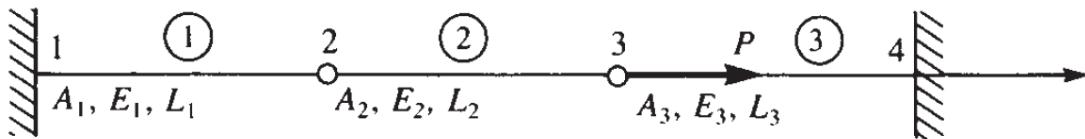

Figure. P3-1
- Calcul la matrice de rigidité globale $[K]$ de l'assemblage représenté sur la figure P3-1. Notez que $[K]$ devrait être en termes $A_1, A_2; A_3; E_1; E_2; E_3; L_1; L_2$ et L_3 .